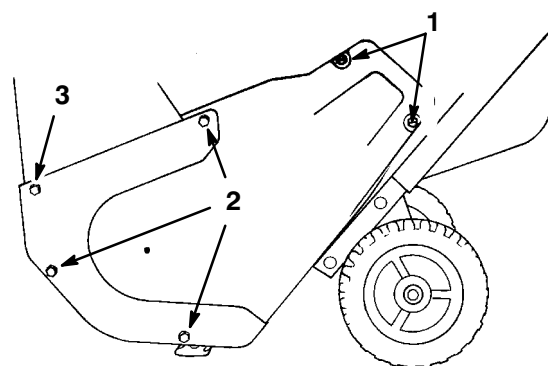

Figure 19
8. Enlevez les trois vis autotaraudeuses, trois vis d'assemblage, une rondelle et trois écrous qui fixent le côté gauche du carter au châssis de la déneigeuse (Fig. 19).